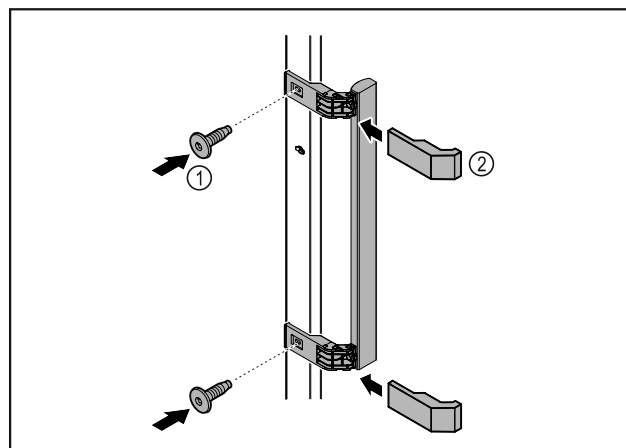

Fig. 50
- Montare sulla porta la maniglia contenuta nella confezione con le viti annesse Fig. 50 (1).
- Applicare la copertura Fig. 50 (2).